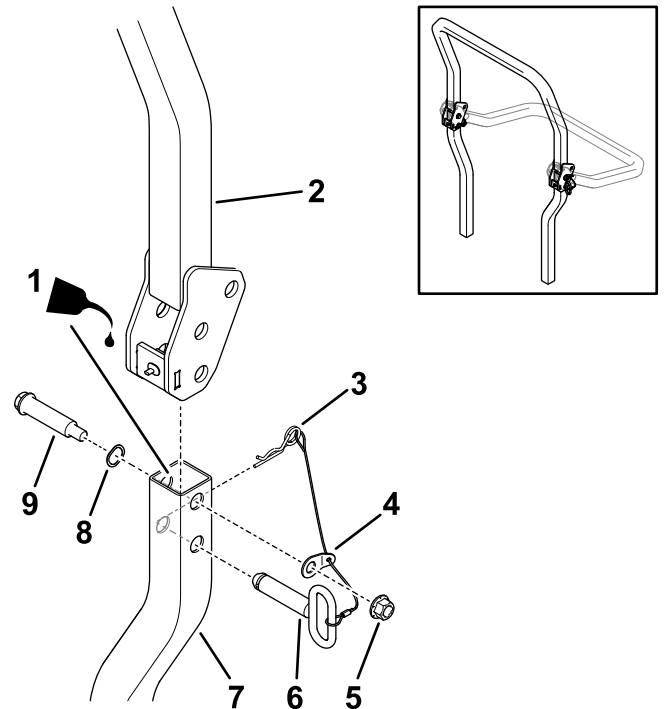

Bild 12
5. Ölen Sie die Innenflächen der unteren Überrollbügelrohre leicht ein (Bild 12).
6. Befestigen Sie den oberen Überrollbügel locker am unteren Überrollbügel mit zwei Ansatzschrauben, zwei Wellenscheiben, zwei an den Verbindungsleinen befestigten Unterlegscheiben und zwei Sicherungsmuttern ($\frac{1}{2}$ "), wie in Bild 12 dargestellt.
8. Klappen Sie den oberen Überrollbügel in die aufrechte Position, setzen Sie die Verriegelungstifte ein (die ovalen Griffe müssen zur Außenseite der Maschine zeigen) und sichern Sie ihn mit den Splinten auf jeder Seite (Bild 12).